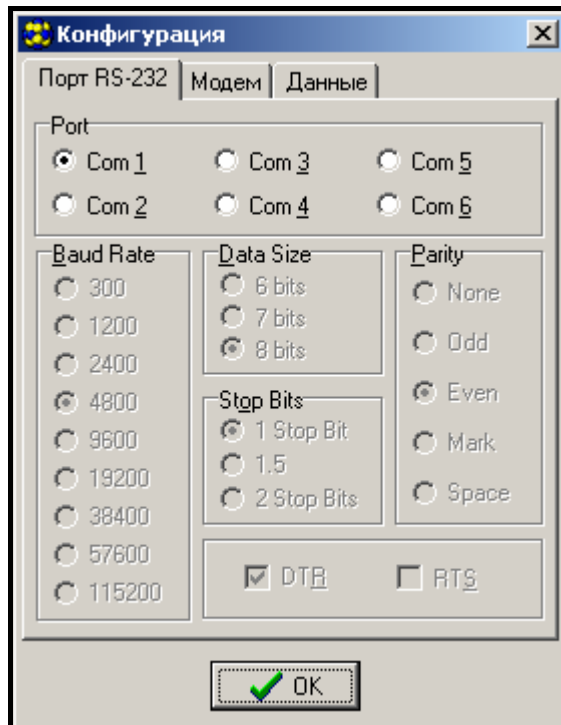

Рисунок 9.
2. Пройти к опциям конфигурации связи с модулем, щелкая на икону  (или через меню **Соединение** → **Конфигурация**), и выбрать порт, через который компьютер соединяется с портом RS-232 модуля (см. рисунок 9).